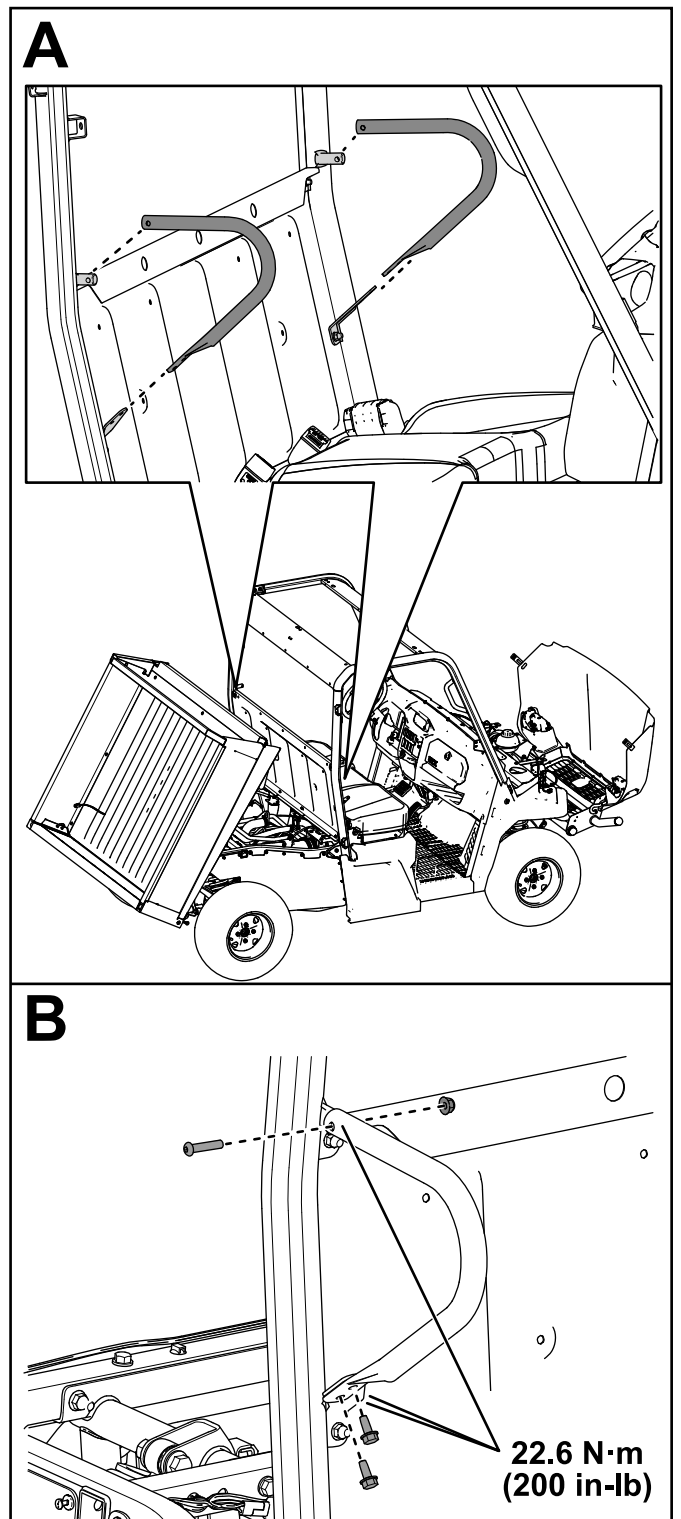

Bild 21
16. Befestigen Sie die beiden Schulterbügel mit vier Bleuschrauben (5/16" x 3/4"), zwei Flachkopfschrauben (5/16" x 1 1/2") und zwei Sicherungsmuttern (5/16") an den hinteren Überrollbügeln, wie in Bild 21 dargestellt.
Ziehen Sie die Sicherungsmuttern (5/16") mit einem Drehmoment von 22,6 N·m fest, wie in Bild 21 dargestellt.